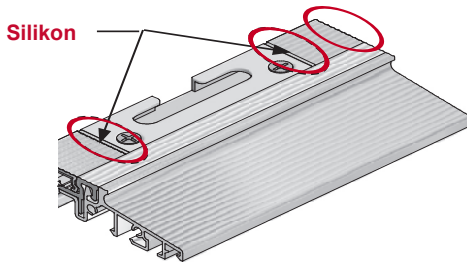

Abb. 10
- Alle Kontaktstellen mit Fulleiste mit Silikon abdichten (Abb. 10)